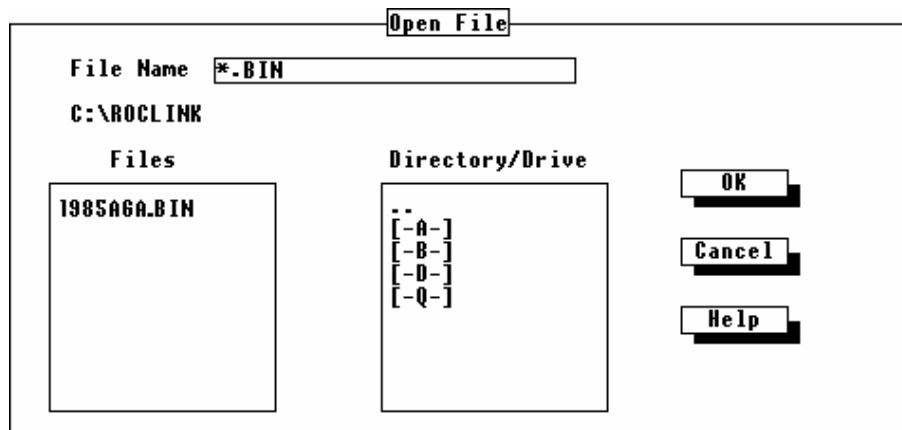

Figura 2-31. Diálogo de Abertura do Arquivo para Atualização do Firmware
5. À seguir, a caixa de diálogo Open File aparece como exibida na Figura 2-31 para especificar o arquivo do firmware para download. Este diálogo exibe os nomes de todos os arquivos com a extensão .BIN localizados no diretório default. Dirija-se ao local onde o arquivo do firmware encontra-se, como o drive A.; você pode alterar o caminho para o diretório contendo o arquivo utilizando o campo Directory/Drive. Se o duplo clique com o mouse não funcionar ao selecionar um drive diferente ou diretório, utilize a tecla Enter.
4. Selecione Update Firmware no menu de Arquivo. A caixa de diálogo Open File aparece (similar à Figura 2-31) para especificar um nome de arquivo para download. O diálogo Open File exhibe os nomes de todos os arquivos com a extensão .LST localizados no diretório default.